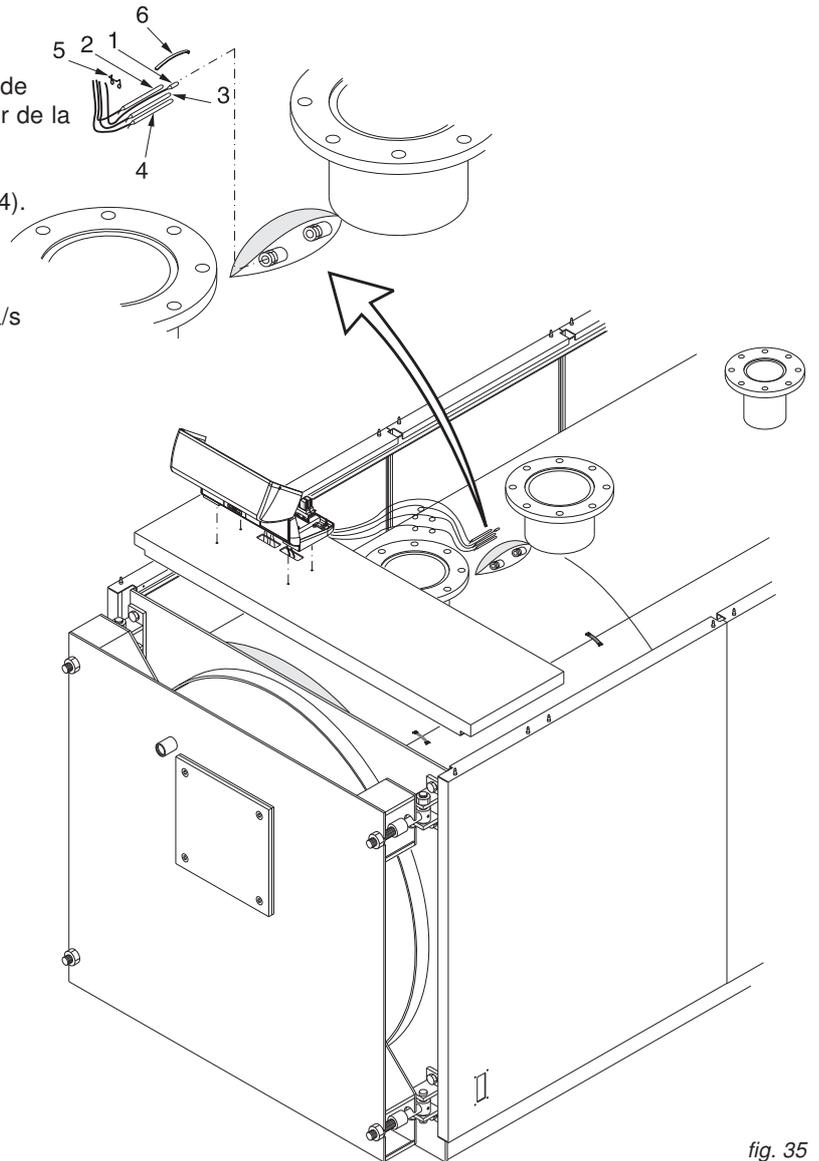

fig. 35
- F) Introducir en las vainas, los bulbos de los instrumentos como se muestra en la fig. 35 y realizar la conexión eléctrica del panel de mandos a la línea de alimentación, al quemador y a las eventuales bombas, etc.
- E) Introducir en las vainas los bulbos de los instrumentos como se muestra en la fig 35 y realizar la conexión eléctrica del panel de mandos a la línea de alimentación, al quemador y a las eventuales bombas, etc.
E) Introducir en las vainas, los bulbos de los instrumentos como se muestra en la fig 35 y realizar la conexión eléctrica del panel de mandos a la línea de alimentación, al quemador y a las eventuales bombas, etc.
Introducir según la siguiente secuencia las sondas de los instrumentos en el/los pozo/s en el lado superior de la caldera (ref. fig. 35): del termómetro (pos.1), del termostato de ejercicio (pos. 2), del termostato de seguridad (pos. 3), del termostato de mínima (pos. 4). Recomendamos introducir las sondas hasta el fondo en los pozos correspondientes para mejorar el contacto. Introducir luego el muelle en forma de arco (pos. 6) y bloquear los capilares con la/s pinza/s (pos. 5).